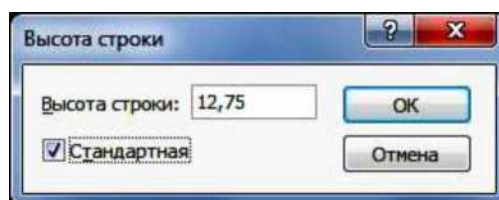

Рис. 2.6. Диалоговое окно **Высота строки**
2. В окне **Высота строки** в поле **Высота строки** ввести высоту строки в пунктах (рис. 2.6).